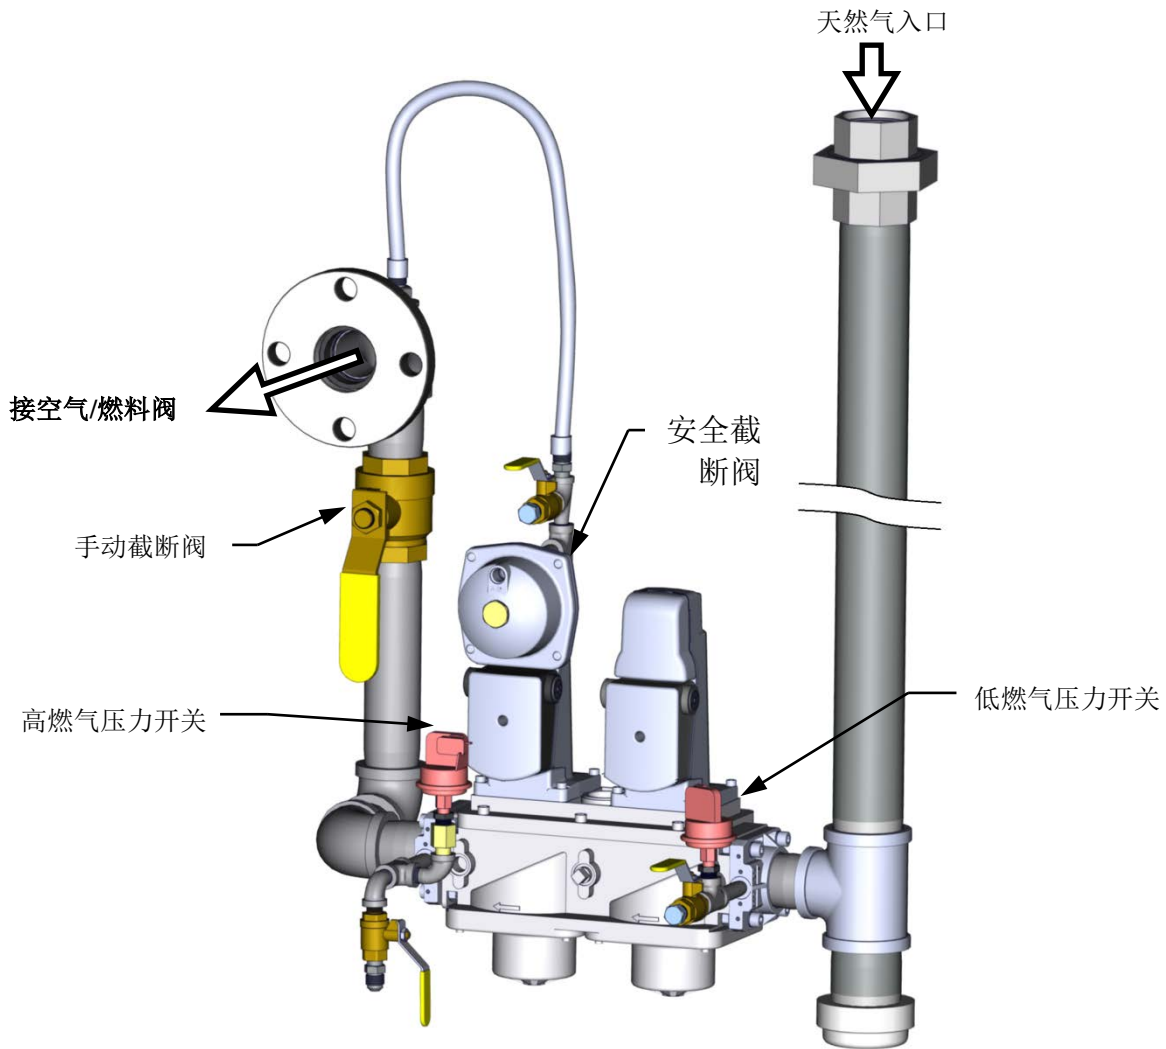

图3-3: BMK 1500/2000: SSOV 位置
2. 设备将进行检查, 确保下游安全截断阀 (SSOV) 中的关闭确认 (POC) 开关已关闭。请参见图 3-3, 了解 SSOV 的位置。